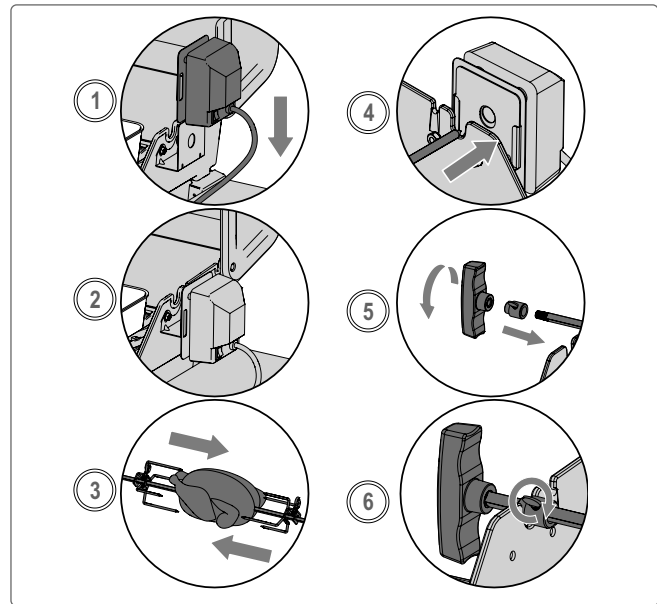

Fig. 16
5. Schuif de tweede rotisserie vork op de spitstaaf en duw in de kip totdat alle 3 kippen stevig tegen elkaar aan zitten. Draai vast (**Fig. 16**).